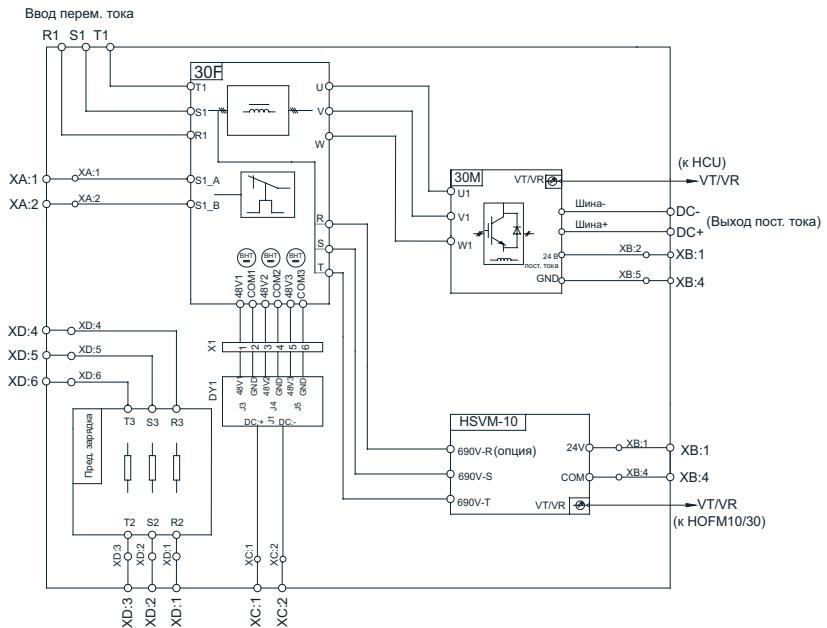
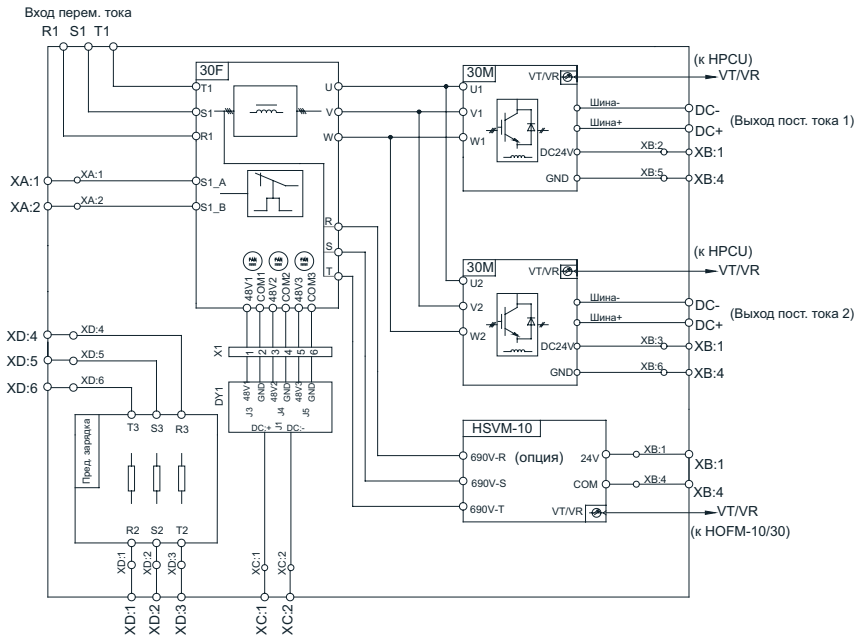

Рис. 3-14 Разъемы на монтажных салазках L+H8
Рис. 3-16 Разъемы на монтажных салазках L+2H8
- ◆ Кабель обнаружения трехфазного напряжения дополнительного модуля HSVM подключить к разъемам R, S и T в верхней части модуля фильтра рекуперативного выпрямителя на монтажных салазках рекуперативного выпрямителя. Монтаж модуля HSVM возможен в специально предусмотренном месте в левой части монтажных салазок. Для получения более подробной информации об электромонтаже см. "Рис. 3-14 Разъемы на монтажных салазках L+H8" и "Рис. 3-16 Разъемы на монтажных салазках L+2H8".